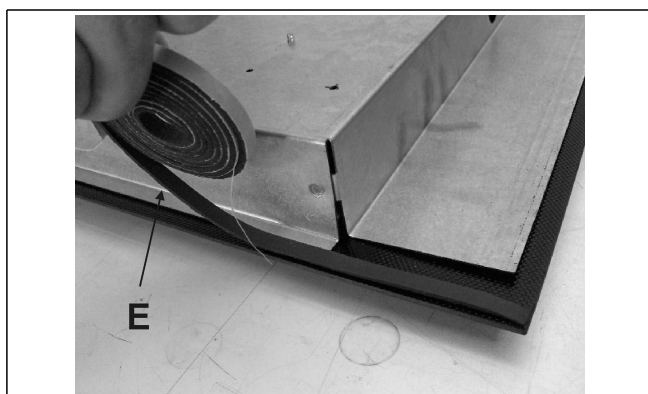

FIG. 8
- Renversez la table de cuisson et placez correctement le côté adhésif du joint « E » (fig. 8) sous le bord de la table de cuisson de sorte que l'extérieur du joint corresponde exactement au contour de la vitre. Les extrémités des bandes doivent se rencontrer sans se chevaucher.